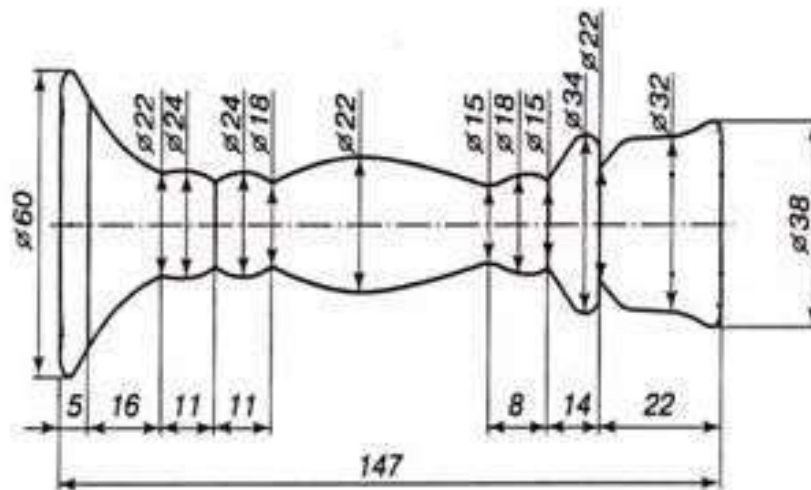

Рис. 1. Чертеж подсвечника
1. По чертежу выточить подсвечник (рис. 1).